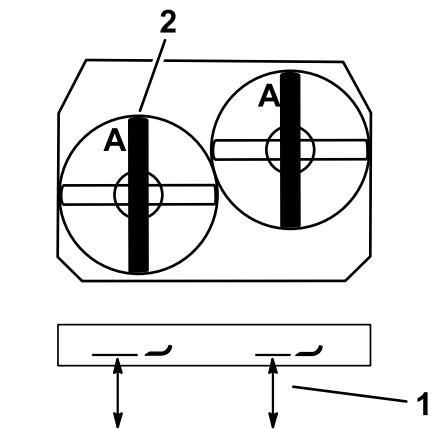

Figura 73
2. Misurate da un piano orizzontale fino al tagliente delle lame, posizione A, (Figura 73).